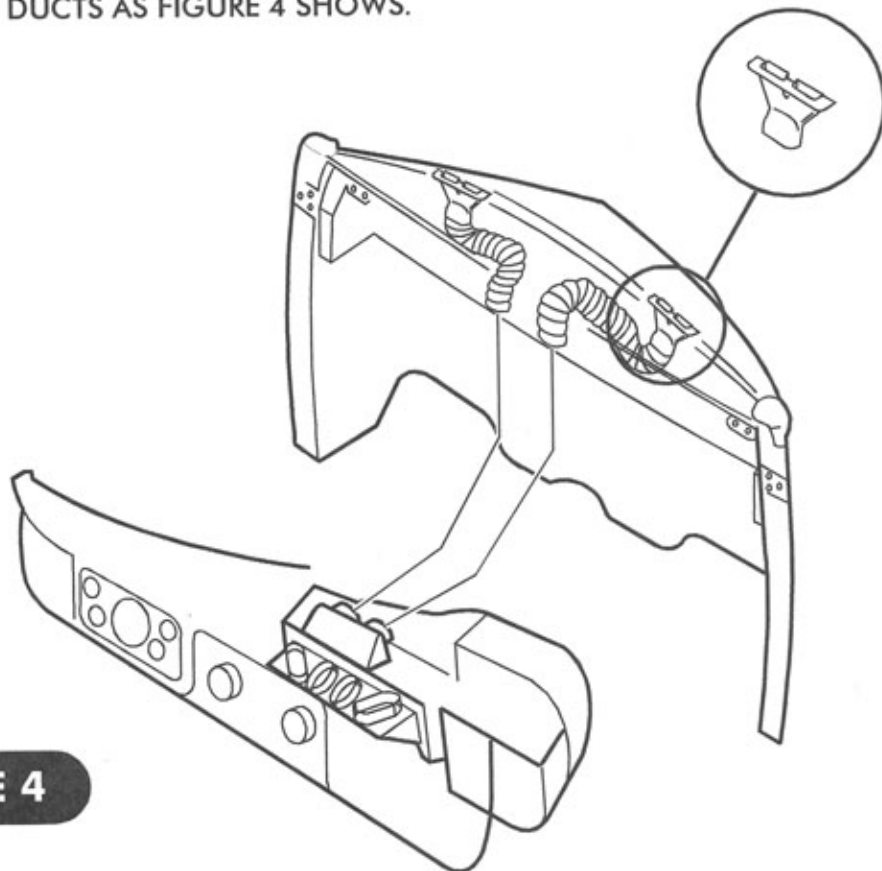

FIGURE 4
- INSTALL THE DEFROST DUCTS AS FIGURE 4 SHOWS.